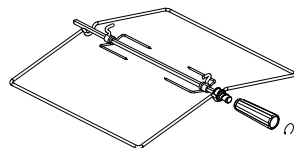
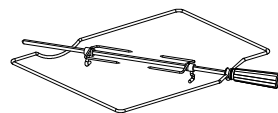

рис. 10
рис. 11
Внимание! Во избежании перегрева и разрушения стеклокерамического стола используйте посуду с ровным дном и размером соответствующим диаметру зоны нагрева. Запрещается использовать посуду с изогнутым дном и диаметром посуды меньше диаметра зоны нагрева. Запрещается устанавливать посуду со смещением относительно зоны нагрева. (рис.10).
- Плиты комплектуются вертелом со съемной рукояткой (рис.10). В зависимости от комфортности, плиты могут комплектоваться вертелами другого исполнения (рис.11). При установке и извлечении использовать рукоятку, которая накручивается на